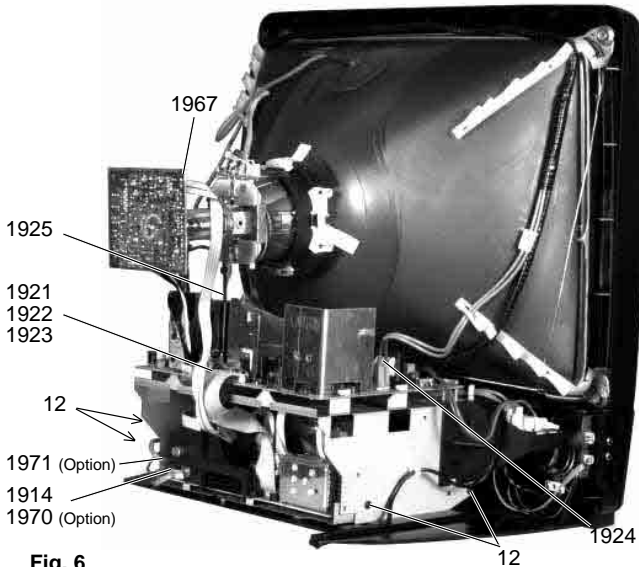

Fig. 6
- Défaire les connexions (1921, 1922, 1923, 1924 et 1925) de l'étage vidéo et du tube cathodique (Fig. 6).
- Unplug the connectors (1921, 1922, 1923, 1924 and 1925) to the Video Unit and the picture tube (Fig. 6).
- Dévisser les 4 vis (Pos. 12, Fig. 6).
- Défaire les contacts 1921, 1922 et 1923 (Fig. 6) du C.I. Alimentation.
- Défaire le contact 1967 (Fig. 6) du C.I. tube.
- Défaire le contact 1971 (Option) du C.I. de traitement du signal (Fig. 6).
- Défaire les contacts de haut-parleurs 1914 et 1970 (Option) (Fig. 6).
- Undo 4 screws (Pos. 12, Fig. 6).
- Unplug the connectors 1921, 1922 and 1923 (Fig. 6) on the Power Chassis.
- Unplug the connector 1967 (Fig. 6) on the Tube PCB.
- Pull out the connector 1971 (option) from the Signal Chassis (Fig. 6).
- Unplug the loudspeaker connectors 1914 and 1970 (option, Fig. 6).